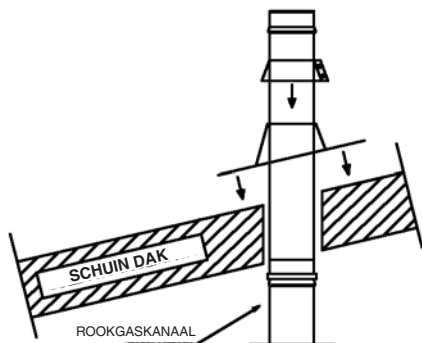
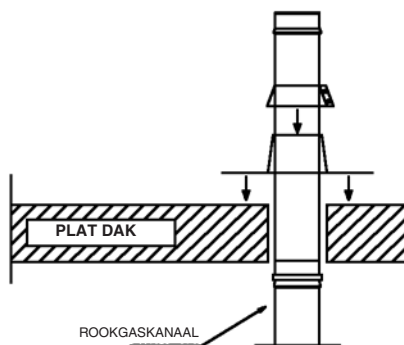

FIG. 4A Montageschema dakdoorvoer hellend dak met stormkraag
FIG. 4B Montageschema dakdoorvoer plat dak met stormkraag
- 2) De stormkraag over de buis en het conische deel van de dakdoorvoer aanbrengen en de vijzen vastdraaien. Het geheel hermetisch afdichten door middel van siliconen, zoals aangebeeld in fig. 4a en fig. 4b.